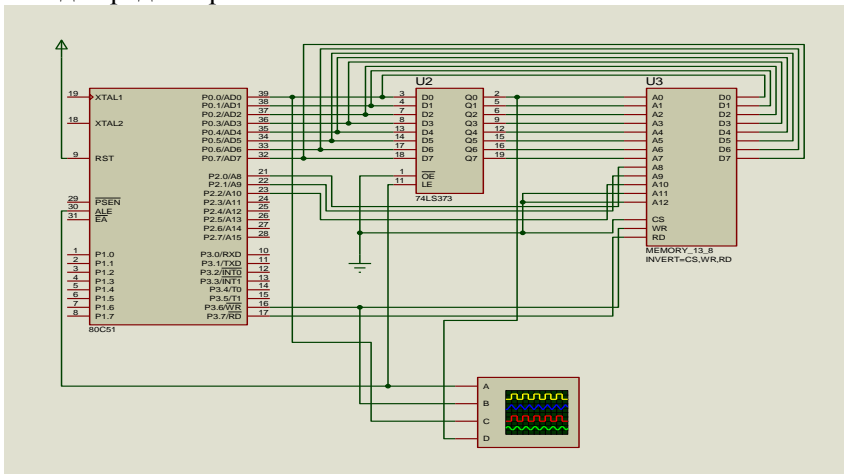

Рис. 14. Схема соединения микроконтроллера 8051 с внешней памятью
ния(RD) данных. В момент передачи адреса на выходе ALE ОМК формируется импульс, который следует использовать для управления внешним регистром, в котором будет фиксироваться младший байт адреса. При работе с **одной** микросхемой памяти электрическая схема представлена на рис. 14.